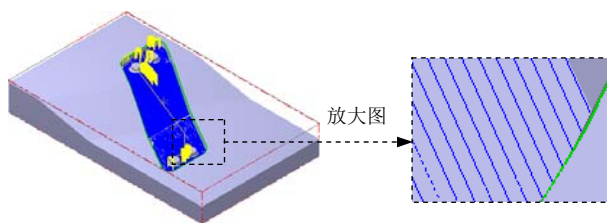

图 14.25 刀具路径
Step8. 完成参数设置。单击“曲面精加工环绕等距”对话框中的 按钮，系统在图形区生成图 14.25 所示的刀具路径。